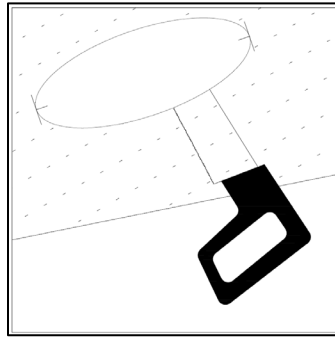

Figure 17
1. Retirez la boîte de rénovation existante si elle est présente ou déplacez-la à l'écart car elle ne sera pas nécessaire pour l'installation; Si un nouveau trou doit être découpé, utilisez le gabarit de trou fourni. Placez le modèle à l'emplacement souhaité. Tracez l'anneau extérieur avec un stylo ou un crayon (non inclus). Découpez l'ouverture avec une scie cloche (une scie cloche est recommandée pour effectuer la coupe précise requise pour cette installation) (voir Figure 17). Le diamètre de trou recommandé est de 2,5".